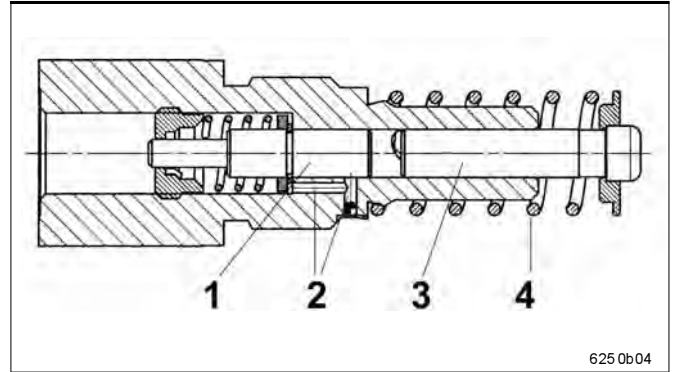

Fig. 2-5 Elemento pompante B7 in sezione
- L'elemento pompante B7 è particolarmente idoneo per l'impiego in ambiente soggetto a sporcizia, dato che il lubrificante pompato viene fatto passare attraverso un foro di bypass 2 (fig. 2-5) sulla valvola di non ritorno 1.